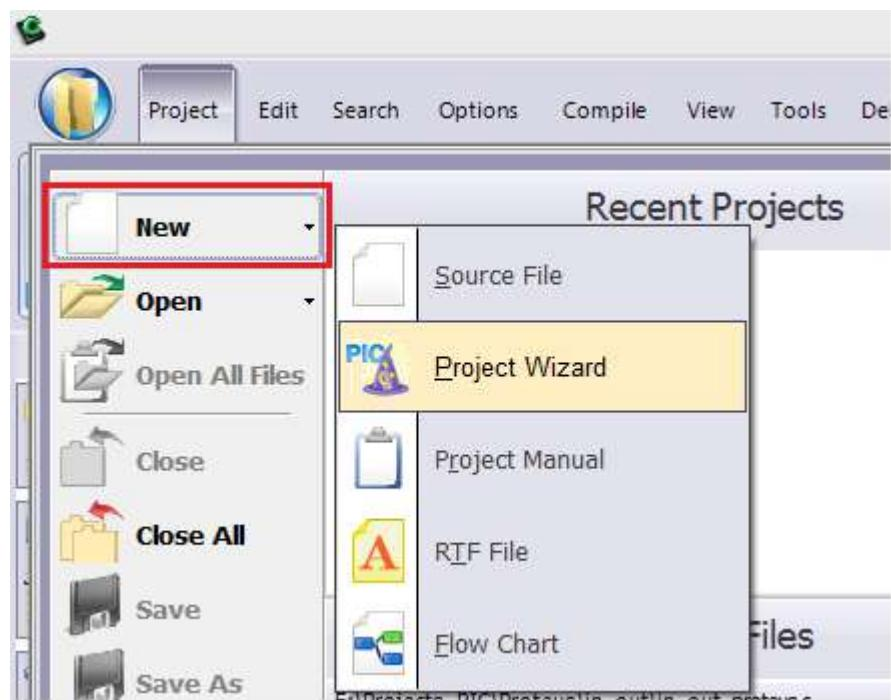

Рисунок 3.4.4 – Процес створення проекту у **IDE PCWH**
2. Вибрати: **New > Project Wizard** (рис. 3.4.4):